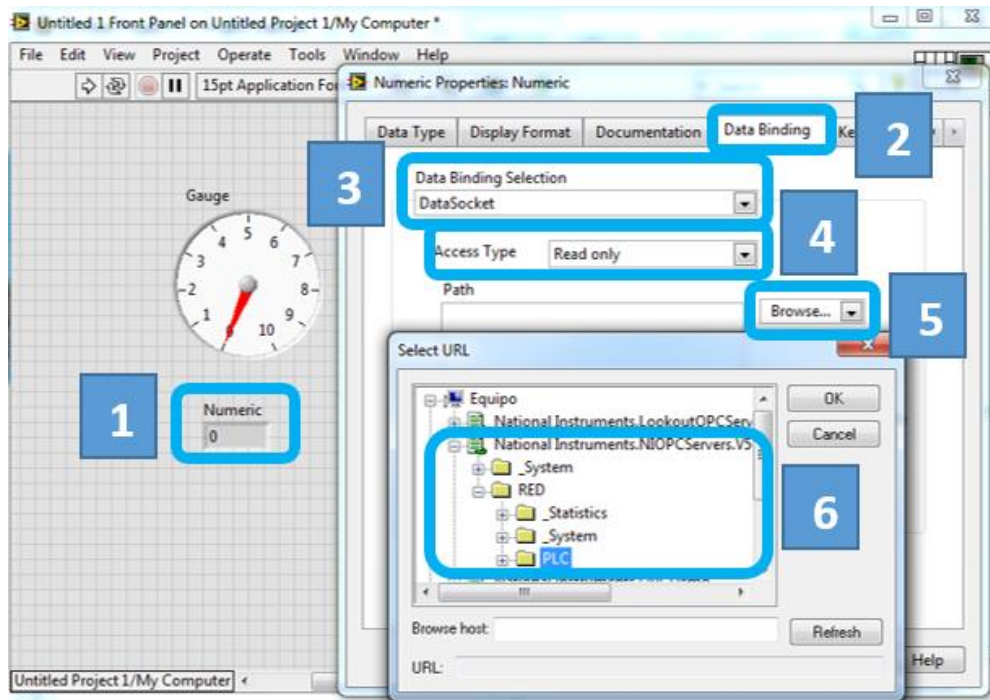
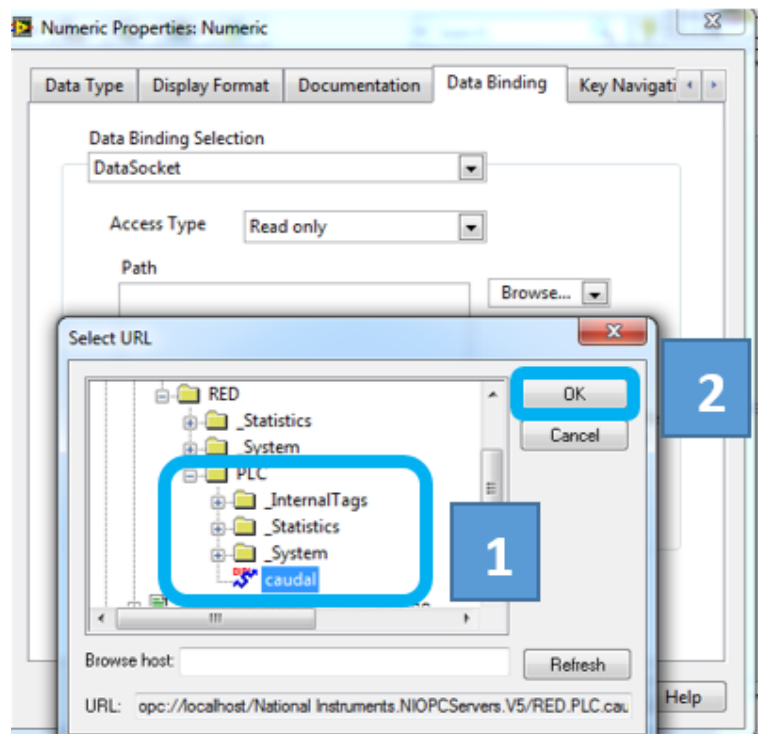
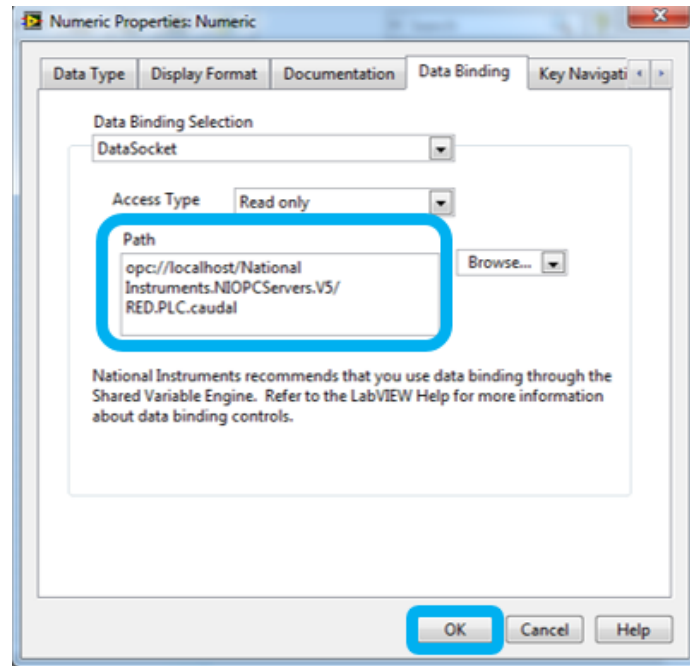

Figura 2.81: Propiedades del indicador.
Figura 2.82: Asignación del tag al indicador.
Figura 2.83: Asignación de la dirección al path.
4. Arrastra al panel frontal un indicador numérico, dar clic derecho y elegir propiedades como indica la figura 2.81, aquí elegir la pestaña de Data Binding aquí se tiene que elegir Data Socket, el tipo de acceso que es de lectura y en browse elegir DSTP SERVER para poder enlazar el tag con el indicador, dirigirse a NI OPC Server y ahí dirigirse RED/PLC/Caudal como se indica en la figura 2.82 dar clic en ok y en el path se coloca automáticamente la dirección a la que el indicador va a enlazarse como se indica en la figura 2.83, dar clic en ok.